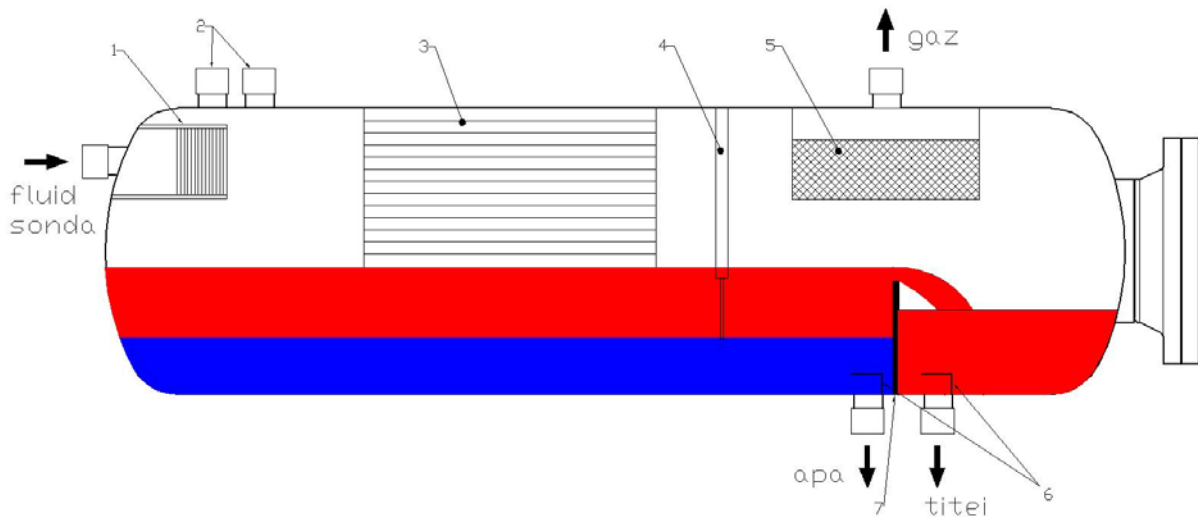

Figura 2 – Vasul separatorului trifazic
Funcționarea separatorului trifazic este prezentată schematic în Figura 2. Fluidul de sondă intră în corpul separatorului prin racordul de intrare și întâlnește deflectorul (1). Datorită impactului, se produc o separare inițială a lichidului din gaz și o atomizare a fluxului de fluid care conduc la o separare mai accelerată a picăturilor. Lichidul este direcționat spre zona de acumulare, iar picăturile mari purtate de fluxul de gaz încep imediat să cadă datorită forței gravitaționale, fenomenul fiind favorizat și de scăderea bruscă a vitezei odată cu creșterea secțiunii de trecere.